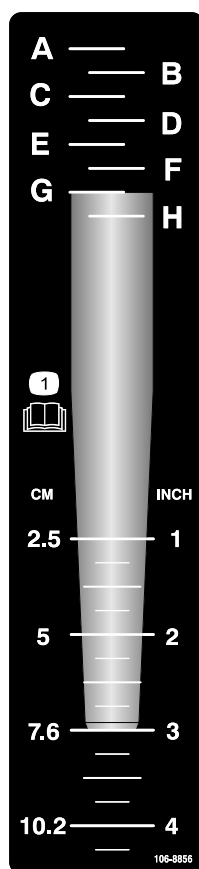

図 20
1. 実際に使用するタインを手に持ち、タインの先端を 図 20に示すステッカー上の希望する穴あけ深さ位置に当ててる。
2. タインの頭側で、ステッカーに示されているアルファベットを読み取る (図 20)。深さコントロールを、そのアルファベット位置に合わせる。